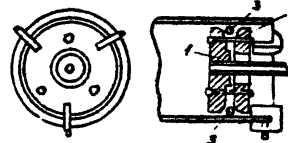

Рис. 2
Трубоукладчики Т7, Т8 устанавливают заглушки в трубопроводе (заглушки состоят из двух металлических дисков 1,2), между которыми помещается резиновое кольцо (3). При ввинчивании дисков резиновое кольцо прижимается к внутренней поверхности трубы и создает нужную герметичность. Рис. 2.